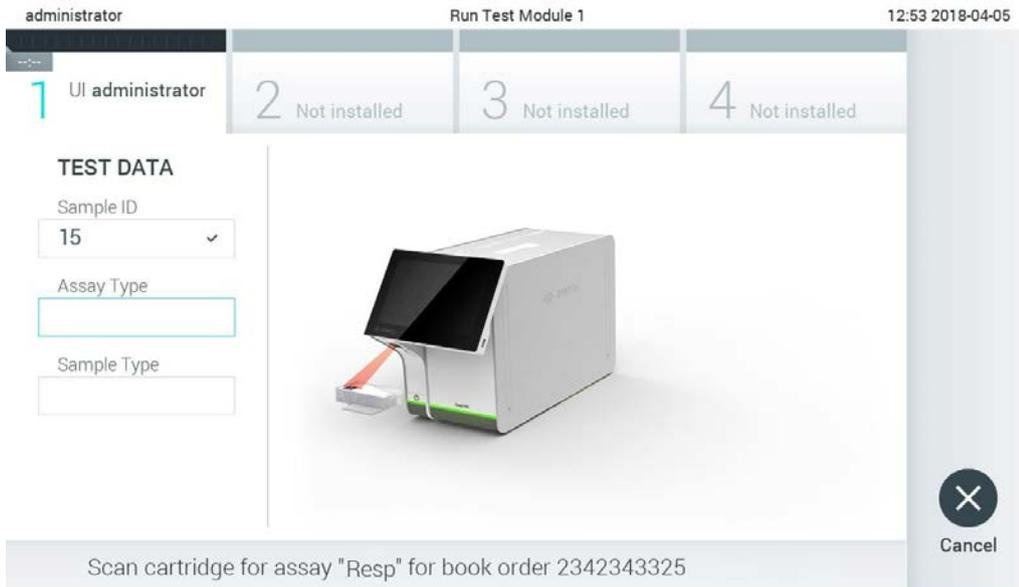

Figura 83. Scansione del codice a barre della cartuccia d'esame QIAstat-Dx.
- Quando la richiesta del test è stata ricevuta con successo dall'host, compare il testo "Scan cartridge for assay <assay_name> and book order <order_number>" (Scansione cartuccia per l'esame <nome_esame> e richiesta prenotazione <numero_richiesta>). Eseguire la scansione del codice a barre della cartuccia per esami QIAstat-Dx (Figura 83).